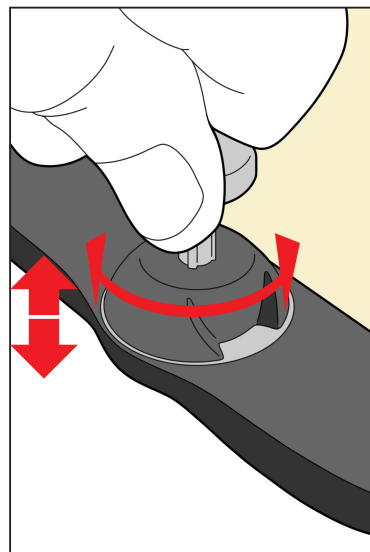

Fig. 7
1. Roter hver pinne på den anteriore termoplastmasken til ønsket shimshøyde. 2 mm anbefales (markeringer er i trinn på 0,5 mm). (Fig. 7)